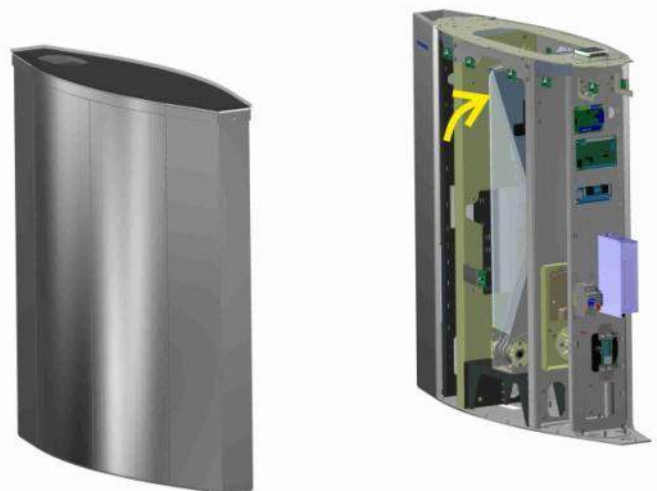
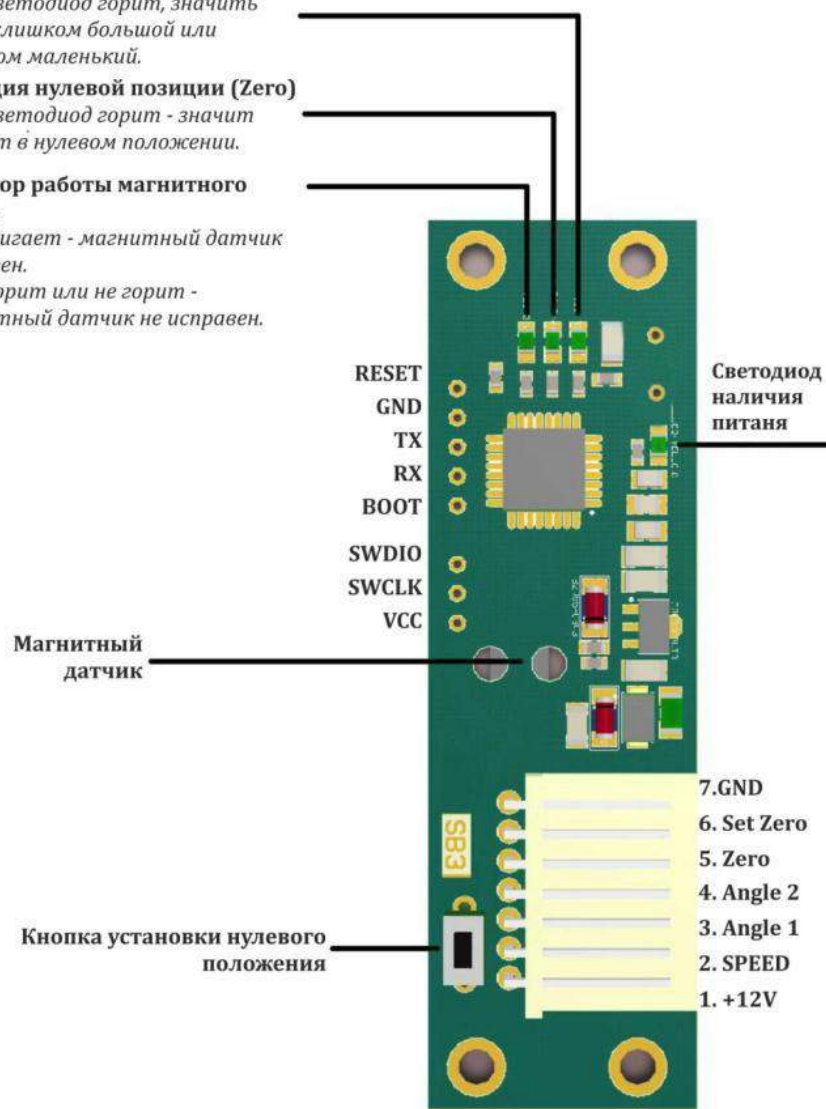

Рис. 19 – Створка турникета в нулевом положении (проход открыт )
Рис. 20 – Плата магнитного датчика РСВ 730.01
- 3) Установить створку в нужное нулевое положение (Рис.19 и Рис.20);